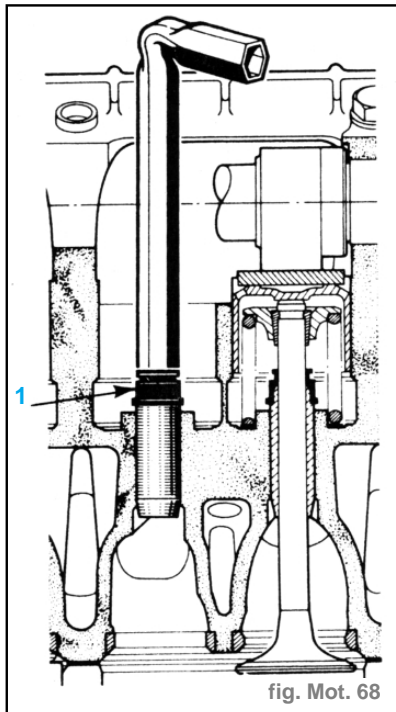

fig. Mot. 68
- Placer les joints d'étanchéité de queues de soupapes. (fig. Mot. 68)